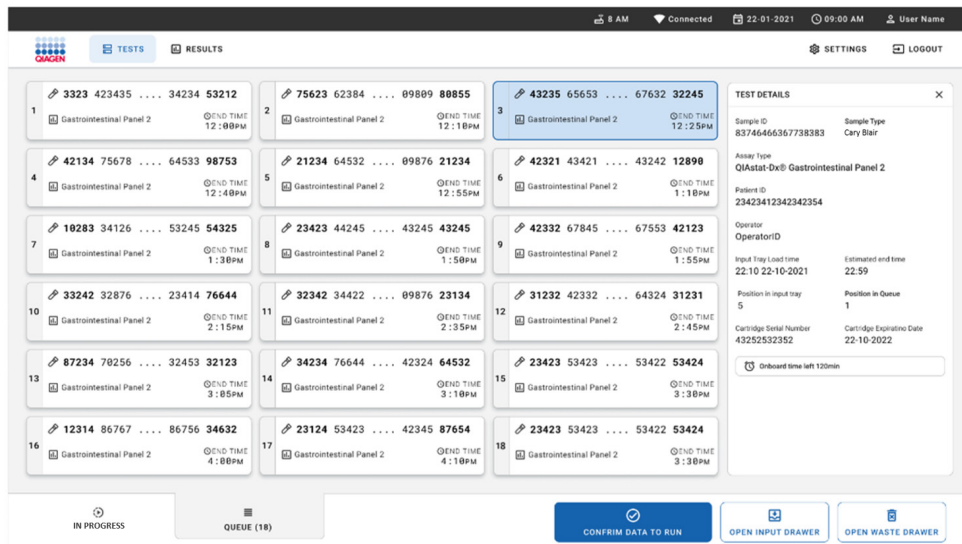

Figura 29. Tela Sample queue (Fila de amostras) com o ensaio selecionado exibindo informações adicionais.
Caso selecione um teste na tela sensível ao toque, serão exibidas informações adicionais na seção **TEST DETAILS** (Detalhes do teste) da tela (Figura 29).
15. Pressione o botão **CONFIRM DATA TO RUN** (Confirmar dados para executar) na parte inferior da tela quando todos os dados exibidos estiverem corretos (Figura 29). Após isso, é necessária uma confirmação final do operador para executar os testes (Figura 31).